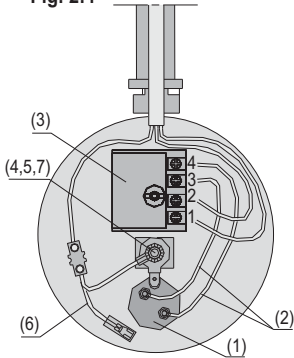

Fig. 2.5
- 2.5: Conectar el terminal faston hembra del cable doble de toma de tierra (6), al terminal de toma de tierra faston macho soldado a la carcasa protectora metálica (8). Fijar dicha carcasa al depósito a través del agujero de diámetro 8 mm, introduciéndola en la varilla roscada y asegurándola con la tuerca de M6 (5) (fig.2.5)